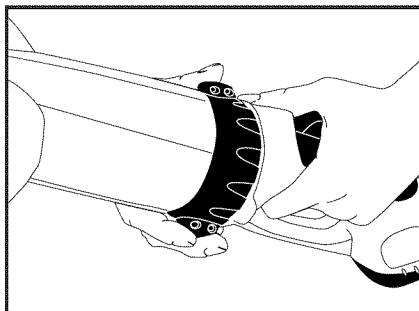

Figure 6
1. Tenir l'accessoire fermement d'une main (ne pas le tenir par une des pièces tournantes telle que la poignée auxiliaire) et, de l'autre main, faire pivoter la bague de verrouillage de la poignée d'alimentation électrique dans la position déverrouillée. (Voir figure 6.)